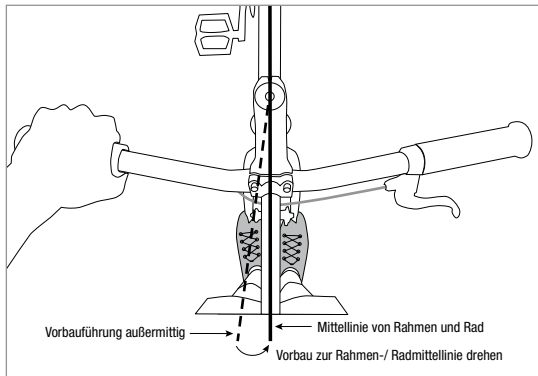

Abbildung 2
8. Den Vorbau am Rahmen/Vorderrad ausrichten (Abb. 2). Sobald ausgerichtet, einen Drehmomentschlüssel und Innensechskant-Steckschlüsseleinsatz verwenden, um die beiden Vorbauklemmschrauben über Kreuz entsprechend den Vorgaben auf dem Vorbau festzuziehen.